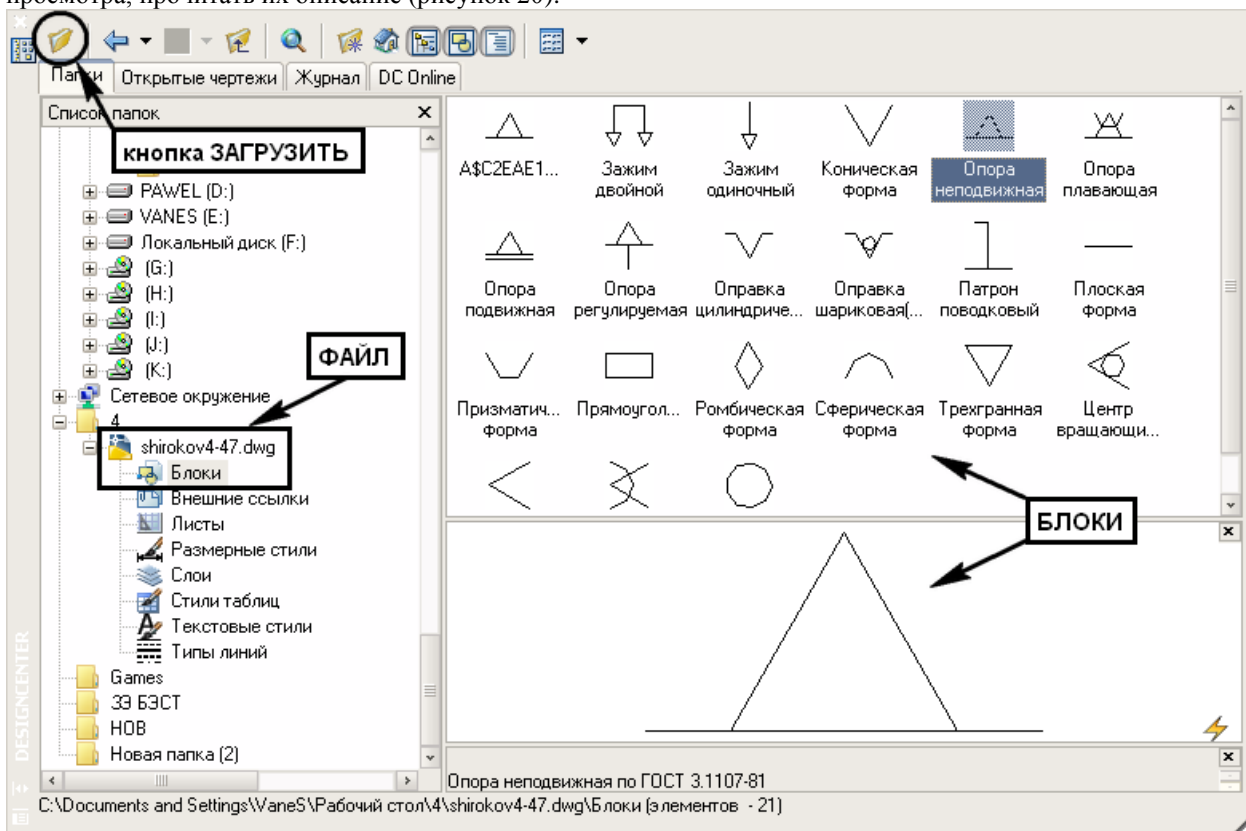

Рисунок 20 – Design center
4.4.2 В открывшемся окне нажимаем кнопку «Загрузить». В дереве каталогов ищем файл с необходимыми блоками. Нажимаем «Открыть». Выбираем вкладку «Блоки», появляются все построенные ранее динамические и статические блоки. Их по очереди можно просмотреть в окне просмотра, прочитать их описание (рисунок 20).